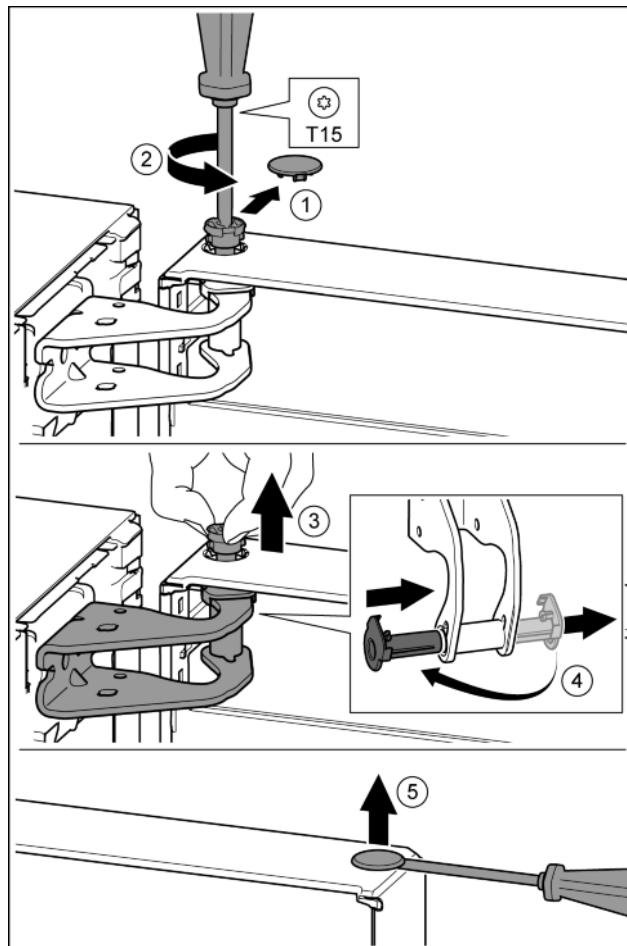

Fig. 11
- Enlever délicatement le cache de sécurité. Fig. 11 (1)
- Dévisser légèrement le boulon avec un tournevis T15. Fig. 11 (2)
- Tenir fermement la porte et sortir le boulon avec les doigts. Fig. 11 (3)
- Tirer la douille de palier en dehors du guide. La mettre de l'autre côté et l'enclencher. Fig. 11 (4)